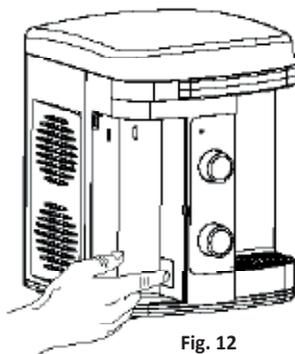

Fig. 12
- Pressionar RESET (Fig. 12) por 5 segundos, até que a luz LED (trocar refil) que estará piscando na cor vermelha, passe a ficar na cor azul. Esta operação deve ser feita a cada troca de Refil.